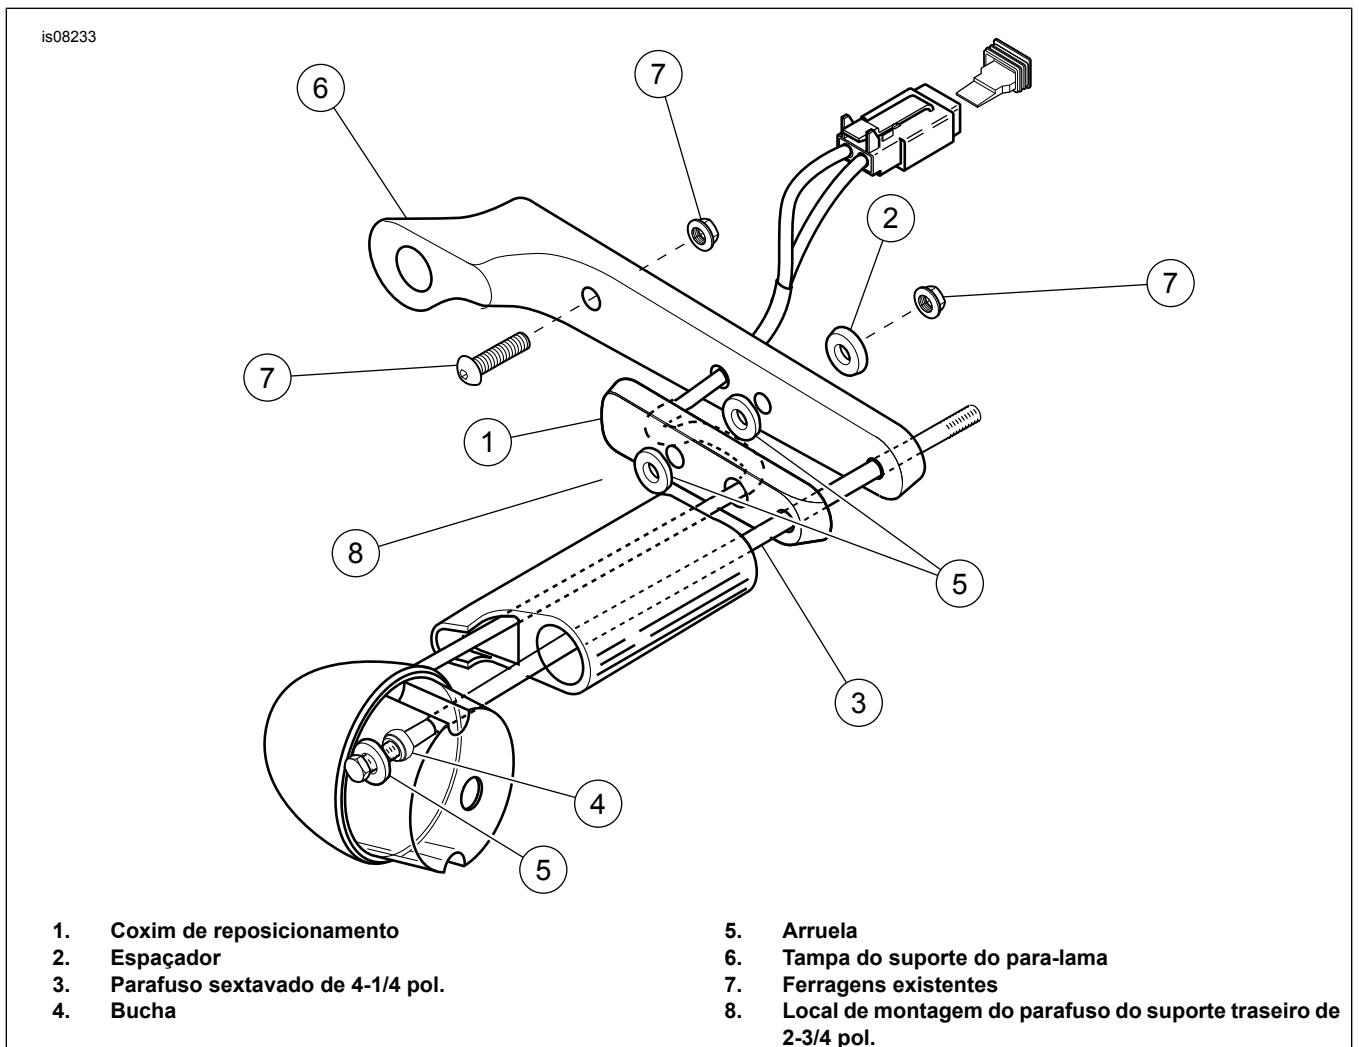
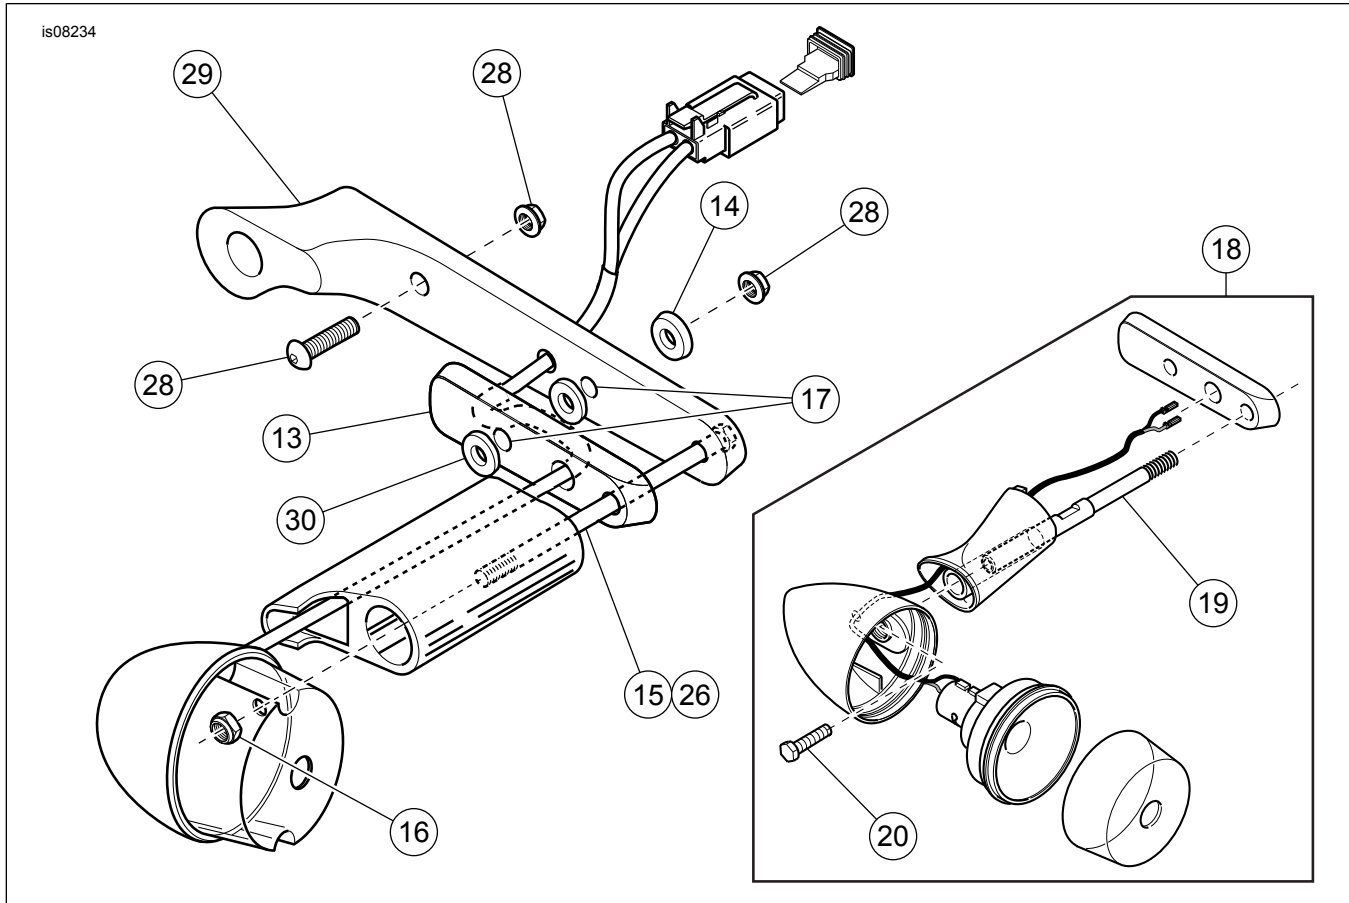

Figura 10. Instalação em modelos anos 1998 a 2001
Figura 11. Peças de reposição (kit 2 de 3)
5. Veja Figura 11. Instale o parafuso de 4-1/2 pol. (15) do kit, de dentro do para-lama através dos furos traseiros de onde os parafusos de cabeça abaulada foram removidos no passo 3.
9. Veja Figura 11. Usando um pequeno pedaço de fita adesiva, prenda o espaçador grande (14) do kit na estrutura sobre o furo de onde o prisioneiro do pisca traseiro foi removido.
11. Veja Figura 11. **Nos modelos anos 1994 a 1997**, exceto a Huggers, insira o parafuso de 4-1/2 pol. (15) de dentro do para-lama para fora através do último furo traseiro da estrutura do para-lama. Deixe sem apertar no local adequado. Veja Figura 10. **Nos modelos anos 1998 a 2001**, faça roscas no alojamento do pisca usando uma broca de 13/32 pol. Tenha cuidado para não arranhar a superfície cromada do alojamento do pisca. Coloque a arruela (5) e a bucha (4) no parafuso de 4-1/4 pol. (3) próximo das roscas. Instale o parafuso através do alojamento do pisca. As buchas devem estar niveladas com o ressalto interno do alojamento do pisca. **No caso dos modelos anos 2002 e 2003**, consulte o passo 13.
12. Veja Figura 11. **No caso de modelos 2001 e posteriores**, insira o fio da lâmpada do pisca traseiro, através do furo central do coxim de reposicionamento, ao longo do canal na parte interna do coxim e através do terceiro furo a partir da traseira da tampa do suporte do para-lama. Passe o fio de volta ao longo da parte interna da tampa do suporte do para-lama e fixe-o com fita adesiva no local adequado na traseira da tampa do suporte do para-lama.
- Veja Figura 11. **No caso de modelos anos 1994 a 1997**, instale o pisca traseiro com o coxim de reposicionamento e a tampa do suporte do para-lama usando o parafuso de 4-1/2 pol. inserido através da traseira do para-lama (passo 11). Aperte o parafuso até que fique firme usando a porca de travamento (16) instalada no parafuso na parte interna do alojamento do pisca.
- Veja Figura 10. **No caso de modelos anos 1998 a 2001**, coloque Loctite 242 (azul) nas roscas do parafuso de 4-1/4 pol. (3). Instale o pisca com o coxim de reposicionamento (1) e a tampa do suporte do para-lama com o parafuso de 4-1/4 pol. inserido através do alojamento do pisca no passo 11.
- Veja Figura 11. **No caso de modelos anos 2002 e 2003**, insira a extremidade rosqueada do prisioneiro de montagem de 4 pol. (19) no furo da extremidade estreita do coxim de reposicionamento (13). Disponha o alojamento do pisca e a haste sem apertar no prisioneiro de montagem, passando o fio da lâmpada através do furo central no coxim de reposicionamento, ao longo do canal na parte interna do coxim e através do terceiro furo a partir da traseira na tampa do suporte do para-lama.
- Coloque Loctite[®] 242 (azul) nas roscas do prisioneiro de montagem. Insira o prisioneiro de montagem através da tampa do suporte do para-lama no suporte do para-lama. Com uma chave de boca de 5/16 pol. na seção plana do prisioneiro de montagem, aperte o prisioneiro no suporte do para-lama com torque de 16.3 N·m (12 lb·pé). Instale o parafuso sextavado (20) dentro do alojamento do pisca e aperte com torque de 12 N·m (9 lb·pé) no prisioneiro de montagem (19). Puxe firmemente o fio da lâmpada através do suporte do para-lamas. Revista o isolador de borracha do conjunto da lâmpada com um lubrificante apropriado. Isto facilitará a instalação do conjunto na estrutura do pisca. Pressione o conjunto da lâmpada uniformemente na estrutura do pisca até assentar abaixo do sulco da tampa da lente.
- Veja Figura 11. **No caso dos modelos anos 1994 a 1997**, instale a lâmpada do pisca no coxim de reposicionamento com o parafuso de 4-1/2 pol. inserido através do para-lama (passo 11). Aperte o parafuso até que fique firme usando a porca de travamento (16) instalada no parafuso na parte interna do conjunto do pisca.
- Veja Figura 10. **No caso dos modelos anos 1998 a 2001**, instale o conjunto do pisca no coxim (1) usando o parafuso de 4-1/4 pol. (3) inserido através do alojamento do pisca no passo 11. Aperte o parafuso até que fique firme.
- Veja Figura 11. **No caso de modelos 2002 e 2003**, insira a extremidade rosqueada do prisioneiro de montagem de 4 pol. (19) no furo da extremidade estreita do coxim de reposicionamento (13). Disponha o alojamento do pisca e a haste sem apertar no prisioneiro de montagem, passando o fio da lâmpada através do furo central no coxim de reposicionamento, ao longo do canal na parte interna do coxim e através do terceiro furo a partir da traseira na tampa do suporte do para-lama.
- Coloque Loctite[®] 242 (azul) nas roscas do prisioneiro de montagem. Insira o prisioneiro de montagem através da tampa do suporte do para-lama no suporte do para-lama. Com uma chave de boca de 5/16 pol. na seção plana do prisioneiro de montagem, aperte o prisioneiro no suporte do para-lama com torque de 16,3 N·m (12 lb·pé). Instale o parafuso sextavado (20) dentro do alojamento do pisca e aperte com torque de 12 N·m (9 lb·pé) no prisioneiro de montagem (19). Puxe firmemente o fio da lâmpada através do suporte do para-lamas. Revista o isolador de borracha do conjunto da lâmpada com um lubrificante apropriado. Isto facilitará a instalação do conjunto na estrutura do pisca. Pressione o conjunto da lâmpada uniformemente na estrutura do pisca até assentar abaixo do sulco da tampa da lente.
14. Veja Figura 11. **No caso de modelos anos 1994 a 1997**, aperte o parafuso de 4-1/2 pol. do pisca traseiro de dentro do para-lama com torque de 16,3 N·m (12 lb·pé). Veja Figura 10. **No caso de modelos 1998 a 2001**, aperte o parafuso de 4-1/4 pol. do pisca traseiro (3) de dentro do alojamento do pisca com torque de 16,3 N·m (12 lb·pé).